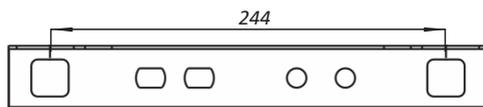

Рис. 1
- **Обязательно используйте для установки аксессуары из комплекта поставки (рис. 1).**
1. После выбора места установки ЭВН определите положение двух установочных отверстий для анкерных крюков (рис. 1).
2. Просверлите в стене отверстия диаметром 16 мм и глубиной 90 мм на расстоянии 244 мм (Рис. 1).